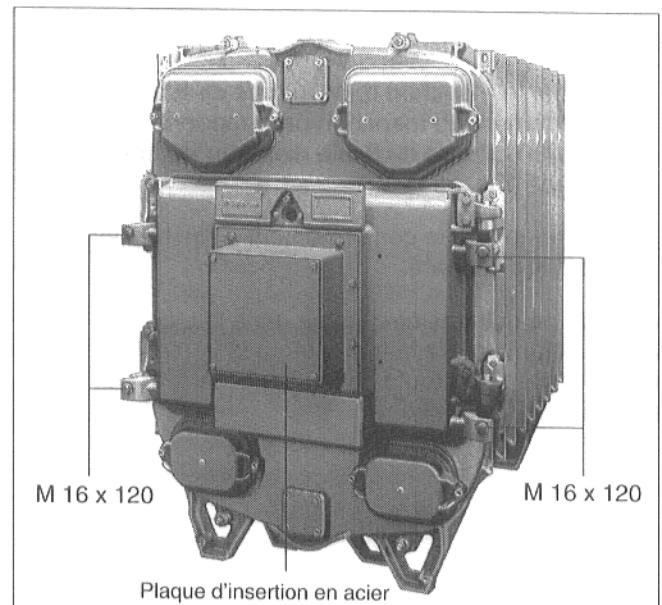

Fig. 28
- Fermer la porte du brûleur et la verrouiller à l'aide des vis d'assemblage (4 x M 16 x 120) comme indiqué Fig. 28. Serrer régulièrement les vis d'assemblage en croisé.
- Sur le chantier, percer la plaque d'insertion en acier (Fig. 28) conformément au diamètre nécessaire pour le tuyau du brûleur ( $\varnothing$  max. 360 mm) ou procéder à un oxycoupage. Percer les ouvertures pour la fixation du brûleur selon le schéma de la bride de raccordement brûleur.